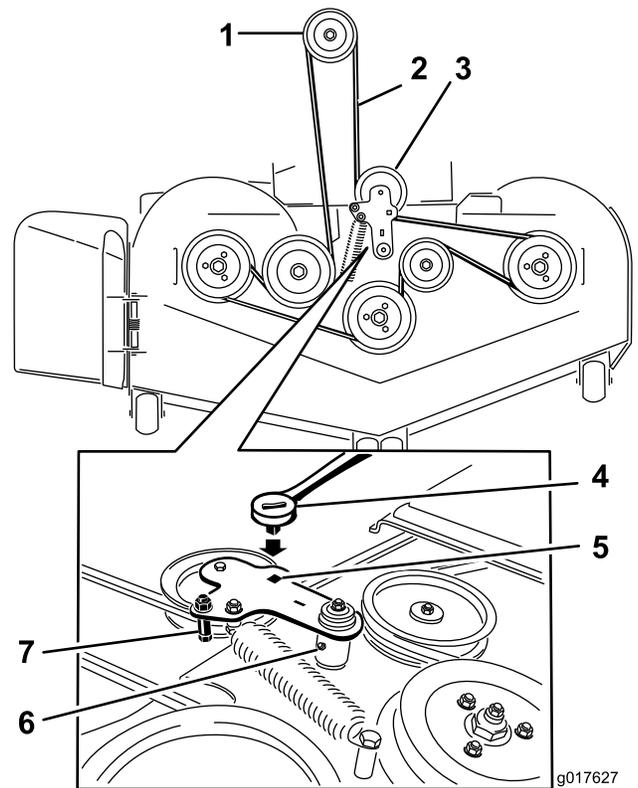

Figura 56
10. Instale la guía de la correa en el brazo tensor (Figura 56).
11. Utilizando la llave de carraca en el taladro cuadrado, instale el muelle tensor (Figura 56).
5. Utilice una llave de carraca en el taladro cuadrado del brazo tensor para aliviar la tensión del muelle tensor (Figura 56).
7. Instale la guía de la correa en el brazo tensor tensado con muelle (Figura 56).
9. Pase la correa nueva alrededor de las poleas del cortacésped y de la polea del embrague, debajo del motor (Figura 56).